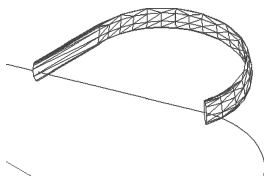

图 11-55 拉伸壶把
(7) 单击“三维工具”选项卡“建模”面板中的“拉伸”按钮, 将椭圆截面沿壶把轮廓线拉伸成壶把, 创建壶把, 如图 11-55 所示。
(8) 选择菜单栏中的“修改”→“对象”→“多段线”命令, 将壶体轮廓线合并成一条多段线。
(9) 选择菜单栏中的“绘图”→“建模”→“网格”→“旋转网格”命令, 旋转壶体曲线得到壶体表面。命令行提示与操作如下: